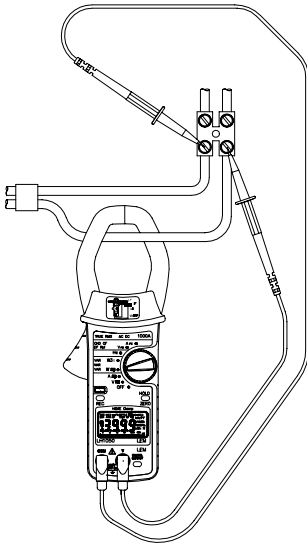

Fig. 4
- Pulsar el gatillo para abrir las mordazas e insertarlas alrededor del conductor de corriente tal como se muestra en la Fig. 4
- Cuando está configurado para medir la potencia (Fig. 4) con los cables de voltaje conectados y la corriente insertada alrededor del conductor, el instrumento visualiza la frecuencia de la fuente de corriente (si ARMS > 1A). Si ARMS < 1A, se realizará una medida de frecuencia del voltaje (si VRMS > 10V), de lo contrario se visualiza---